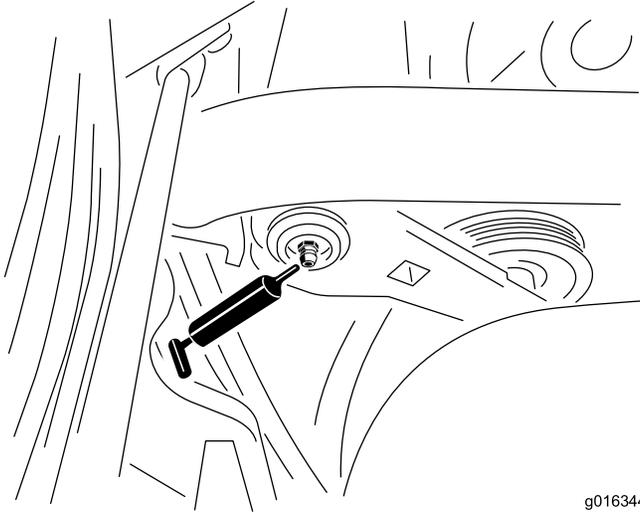

图45
1. 擦干干净黄油嘴，这样就不会有杂质进入轴承或轴套中（图45）。